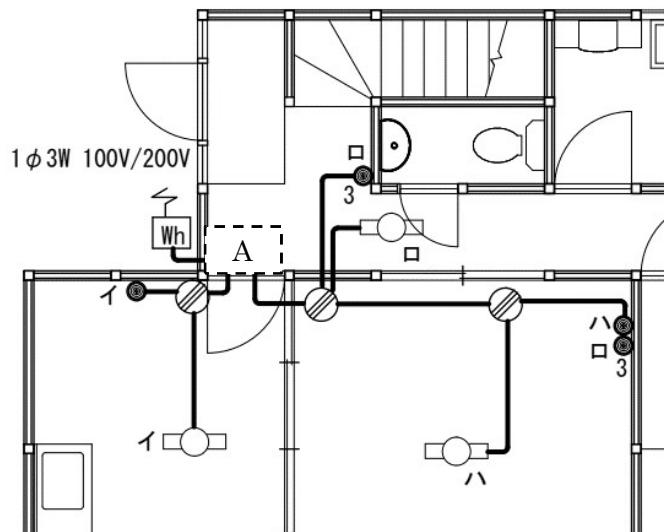

図6-4
⑨の解答群
(10) 図6-4に示す屋内配線図において、Aで示す部分に入る図記号は(⑩)である。